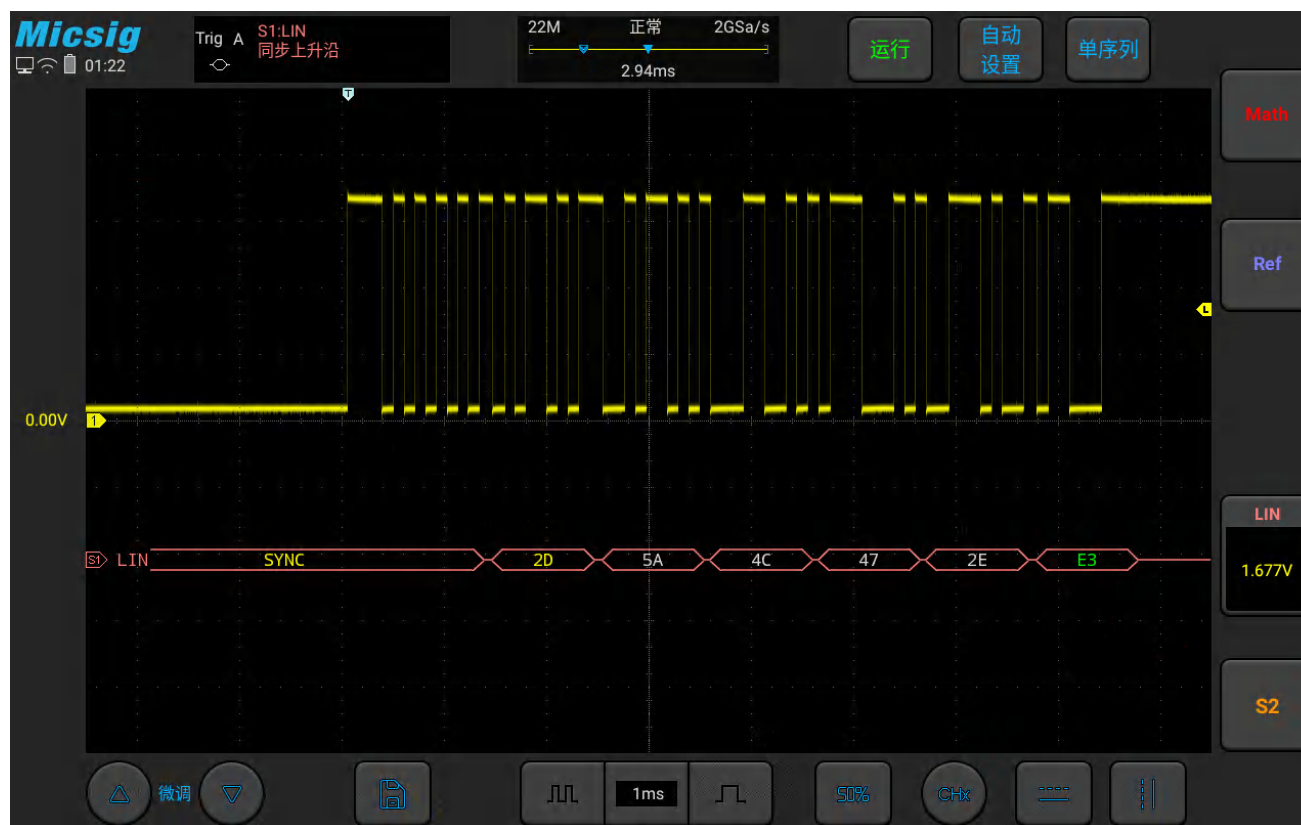

图11-12 LIN 图形界面
- (1) 轻点 S1 打开解码通道，再次点击打开总线配置菜单；
- (2) 选择总线类型为“ LIN”，依次点选“ Ch1” “空闲高” “ 9.6kb/s”， 然后关闭菜单；
(3) 打开触发方式配置菜单，点选“同步上升沿”；
(4) 点按  配置信息，打开解码通道阈值电平调节框，上下拖动调节框可以调节阈值电平；根据信号的幅值电平调节阈值电平使信号稳定触发。LIN 触发图形界面见图 11-12：